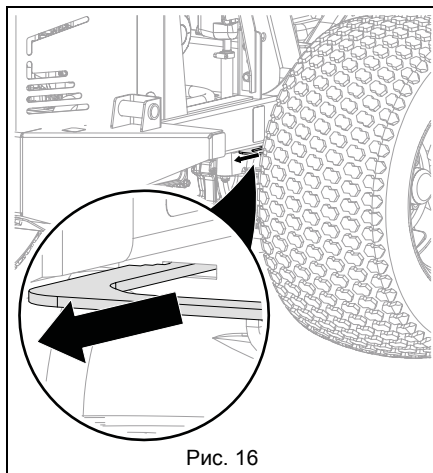

Рис. 16
2. Потяните наружу оба перепускных рычага трансмиссии в положение обхода. См. Рис. 16.